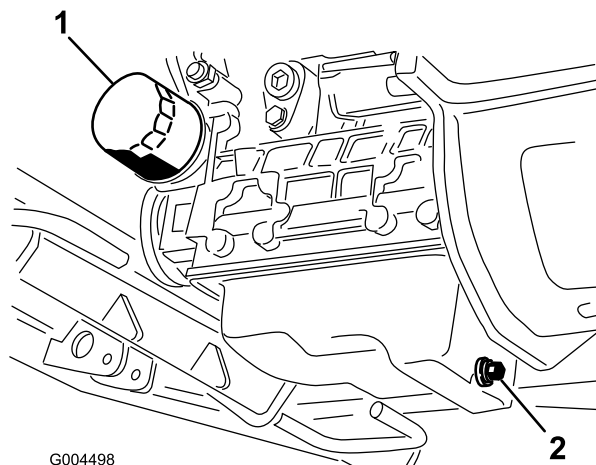

Figura 43
3. Sistemate una bacinella sotto la coppa e in linea con il tappo di spurgo (Figura 43).
6. Togliete il filtro dell'olio e sostituitelo (Figura 43).